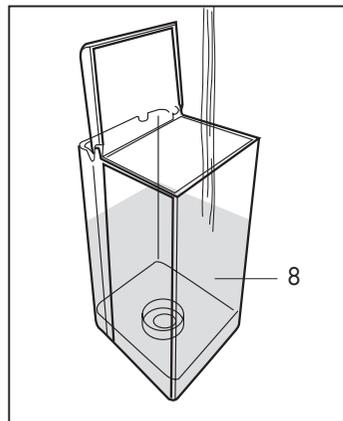

Fig. 2
• Remplir le réservoir avec de l'eau jusqu'à un maximum de 2,5 litres. (Fig.2)